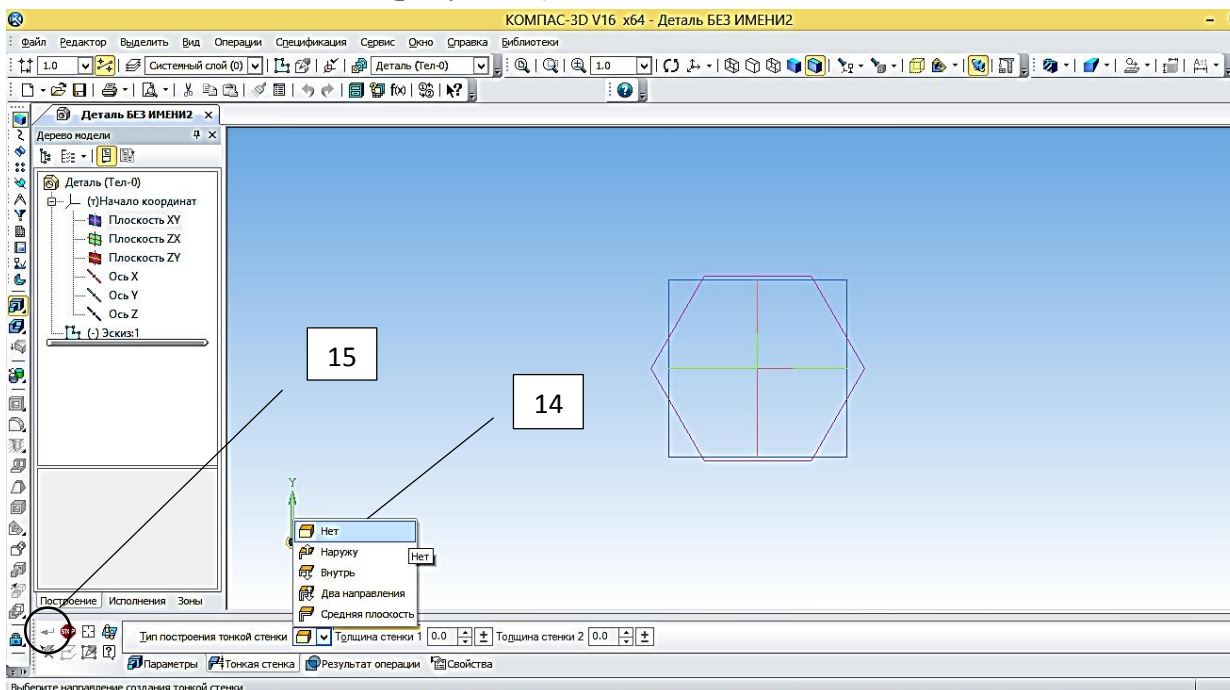

Рисунок 8 – Призма в Плоскости XY
21.  создать объект (рисунок 8);